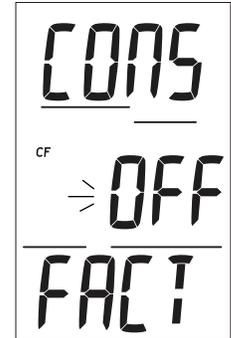

Fig. 33 - AJUSTE CF
Ajuste de Factor de seguridad (CF)- Ésta es la información mostrada (Fig. 33):